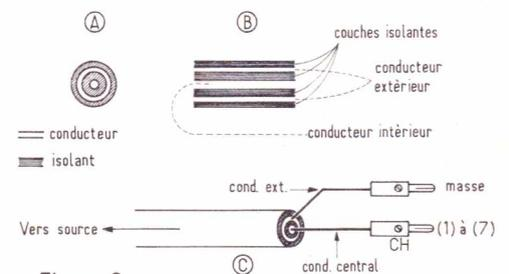

Figure 6
On indique à la **figure 6 (A)**, la section transversale d'un câble de ce genre : au centre, le conducteur intérieur, ensuite l'isolant, puis le conducteur extérieur sous forme de tresse, puis l'isolant extérieur protégeant le tout.